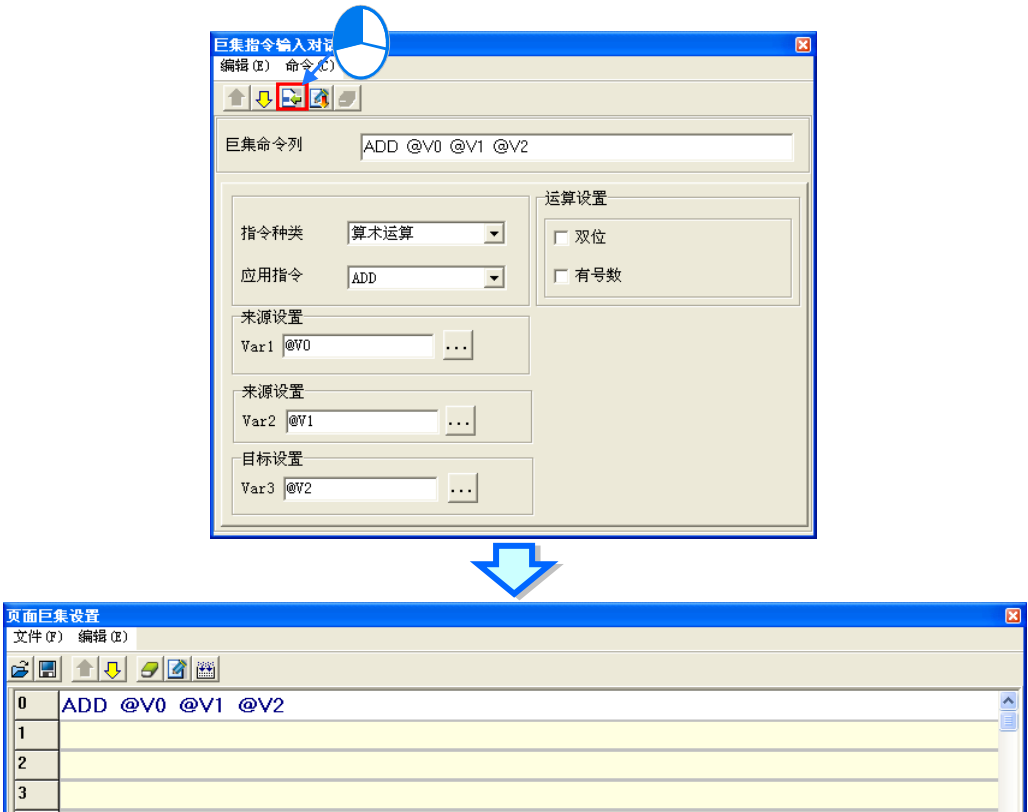

图 5-14 巨集输入对话框完成输入
巨集输入对话框完成输入后，可单击 **编辑 (E)** > **插入 (!)**，或是单击图示工具栏上的按钮，巨集指令将写入巨集编辑器窗口指定的列上，如图 5-14。